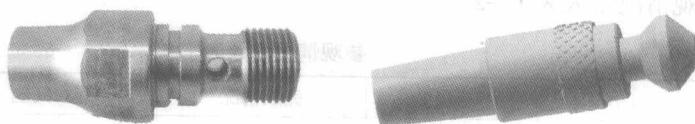

图 1—3 工件
新课准备	<p>3. 目前，世界上最先进的车削技术之一——硬车加工，如图 1—1 所示。请在互联网上搜索出其他先进的车削技术。</p>  <p>图 1—1 硬车加工</p>
认真听课，配合教师提问、启发和互动，回答以下问题：	<p>1. 什么是车削？车削的基本内容有哪些？</p> <p>2. 车削安全操作规程中对车工工作时的人身防护要求有哪些？如图 1—2 所示的操作中有不符合安全生产要求的吗？请判断正误并说明理由。</p>  <p>a)</p> <p>b)</p> <p>c)</p> <p>d)</p> <p>图 1—2 判断车削操作情况</p>
4. 根据所参观车床的加工特点，指出图 1—3 所示的工件中哪些部位可以在车床上加工完成？